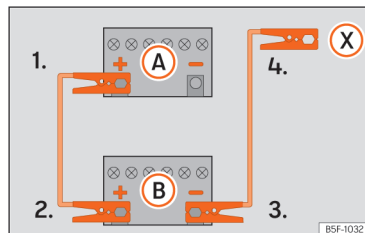

Рис. 215 Схема приєднання пускових проводів: авто без системи «старт-стоп».
4. **Автомобілі без системи Старт-Стоп:** приєднайте один кінець **чорного** пускового проводу до мінусової клеми (-) зарядженого акумулятора **(B)** >>> **рис. 215**.